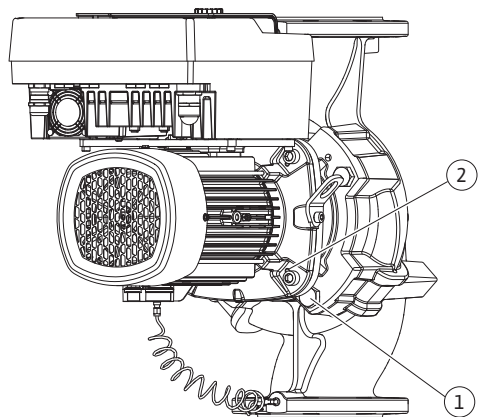

Fig. 101: Fjernelse af indstikssættet via gevindhuller (DN 100 ... DN 125)
21. Ved at fjerne skruerne (Fig. II, pos. 10) løsnes også differenstrykstransmitteren fra motorflangen. Lad differenstrykstransmitteren (Fig. I, pos. 8) med holdepladen (Fig. I, pos. 13) hænge i trykmåleledningerne (Fig. I, pos. 7). Fjern differenstrykstransmitterens tilslutningskabel i elektronikmodulet.
22. Tryk indstikssættet af pumpehuset. Brug her de to gevindhuller (se Fig. 101, pos. 1).